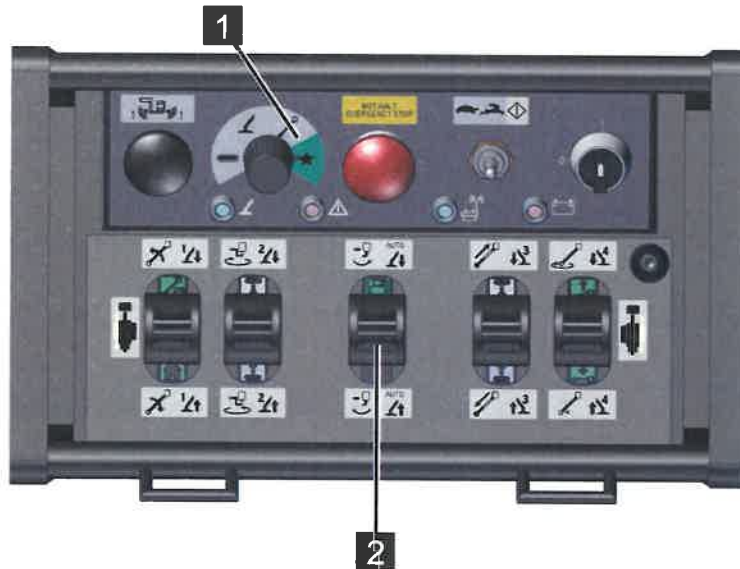

Abb. 126
2. Funktionswahlschalter (Abb.126/1) auf [Sonderfunktion] (grün) stellen.
3. Den Steuerhebel (Abb.126/2) gemäß nachfolgender Tabelle bedienen.
| Steuerhebel (Abb.126/2) |  | Die Arbeitskorbposition wird abgespeichert sobald das Symbol im Display angezeigt wird. |